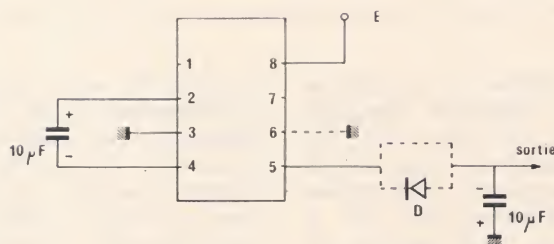
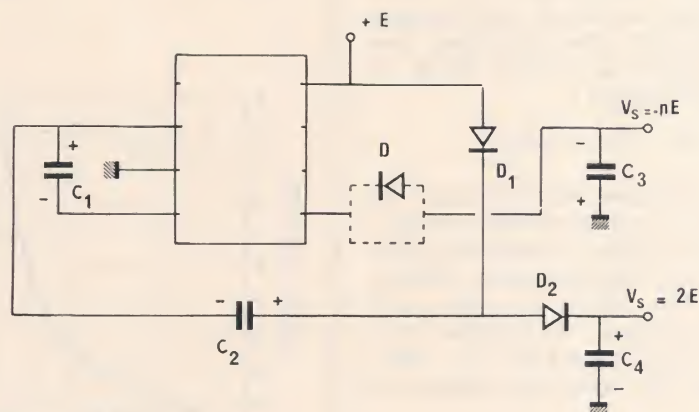

Figure 4
Figure 7
Enfin, dans le cas de tensions ou de températures élevées, une diode D doit être connectée en série avec la borne 5, ainsi que le montre le schéma de la figure 4. Ceci réduit la tension de sortie d'environ 0,6 volt.
La première application est celle du simple miroir de tension, et fait appel au circuit de la figure 4. Rappelons que, dans ce cas, la diode D ne s'impose que si la tension d'alimentation approche les 10 volts. Le schéma est applicable de 1,5 à 10 volts. Pour des tensions inférieures à 3,5 volts, on pensera à mettre la borne 6 (LV) à la masse.
Il est possible, enfin, de cumuler les fonctions remplies par les schémas des figures 4 et 6, c'est-à-dire d'obtenir, simultanément, une tension négative « miroir » de la tension d'alimentation, et une tension positive qui lui soit supérieure. Par exemple, à partir du + 5 volts existant dans un montage, on pourra élaborer - 5 volts, et + 9 volts. Ce résultat s'obtient par le circuit de la figure 7.